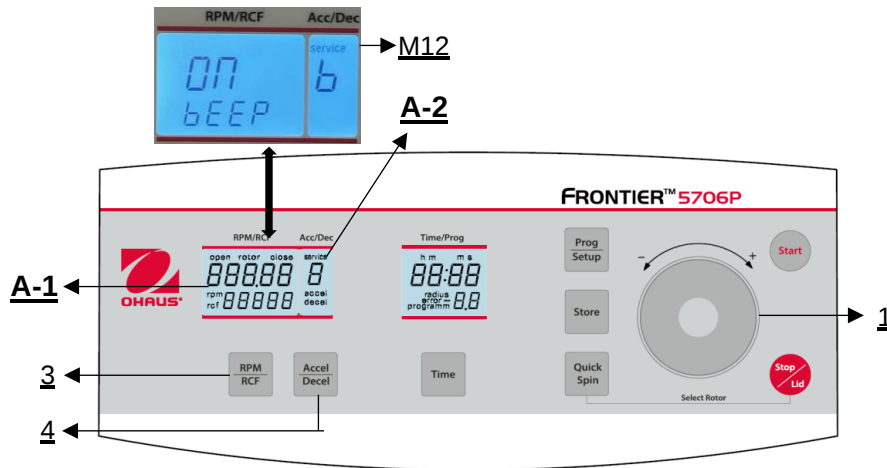

Abbildung 31
Gehen Sie wie unter Punkt 4.1.1 beschrieben vor, um in diesen Programmmodus zu gelangen und drücken Sie dann die Taste **"Accel/Decel"** (4). Im Display **"Acc/Dec"** (A-2) blinkt das Wort **"Service"** (M12). Wählen Sie nun mit dem Touch wheel (1) den Buchstaben **"b"** aus. Daraufhin erscheint in der Anzeige **"RPM | RCF"** (A-1) das Wort **"ON/BEEP"**. Nach Drücken der Taste **"RPM | RCF"** (3) können Sie mit dem Touch Wheel (1) den Tastatursound (On) oder (Off) ein- bzw. ausschalten (siehe Abbildung 31).